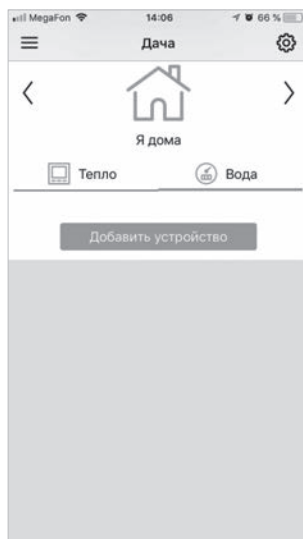

Рис. 37.4.
5. Домовладение создано* (рис. 37.4).